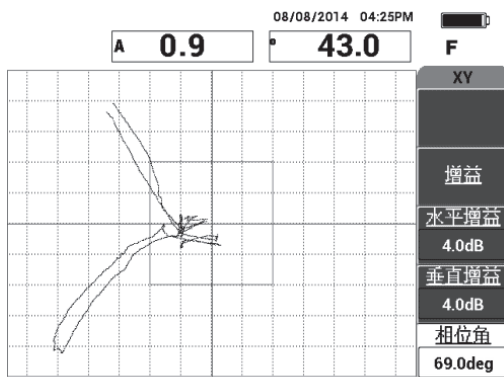

图 6-8 调整脱粘信号的角度
- 在主菜单中，按**相位角**（E 键），然后调整信号的角度，使远端脱粘信号下降，近端脱粘信号上升（参见第 118 页的图 6-8）。